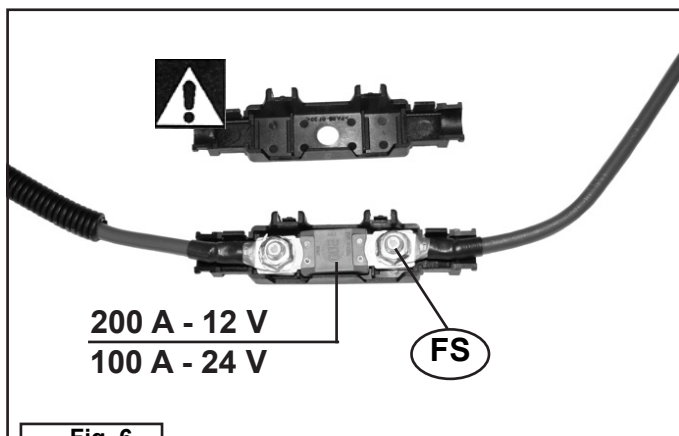

Fig. 6
- fusibile generale di alimentazione elettrica **FS** (Fig. 6);